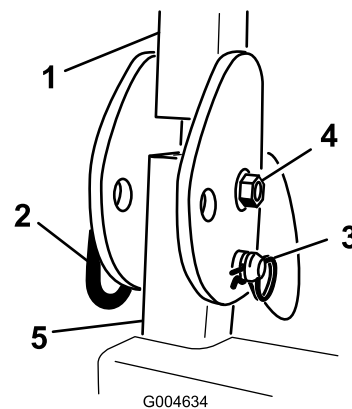

Рисунок 92
3. Выверните болт, гайку, снимите игольчатый шплинт и штифт, которые крепят каждый узел ROPS к стойкам ROPS (Рисунок 92). Снимите конструкцию защиты оператора при опрокидывании (ROPS).